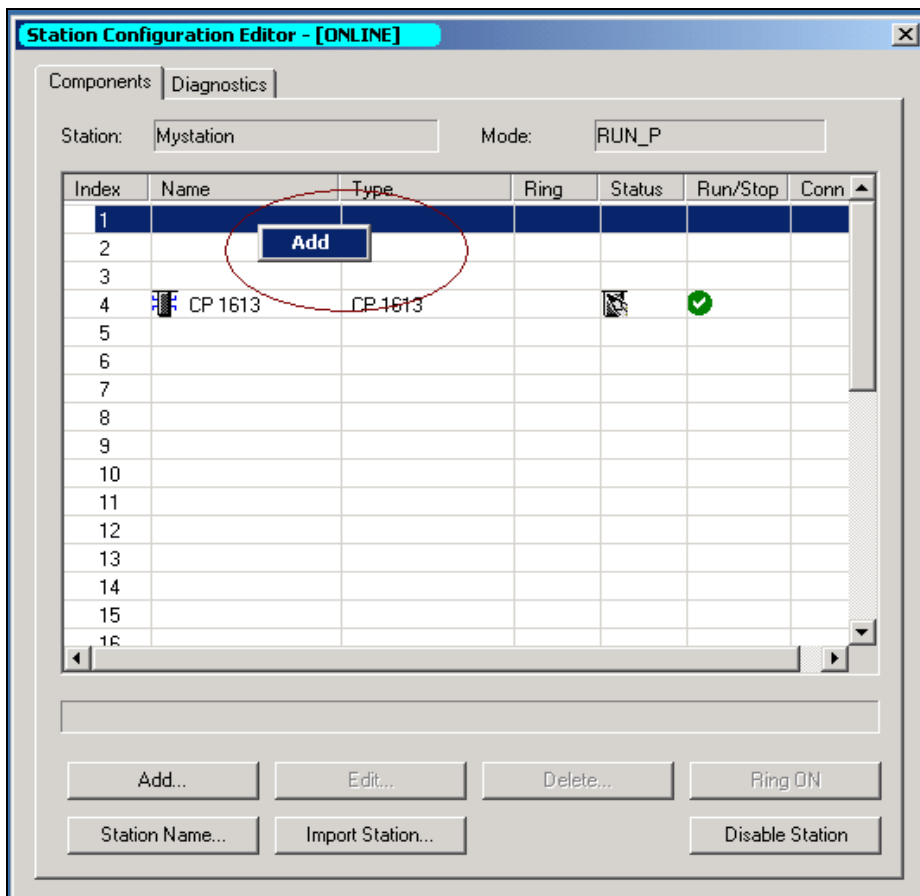

图 3-30 编辑 PC Station
- (4) 使用“Station Configuration Editor”进行编辑。双击工具条上的图标或者双击桌面上的“Station Configuration Editor”图标进入编辑画面，如图 3-30 所示。